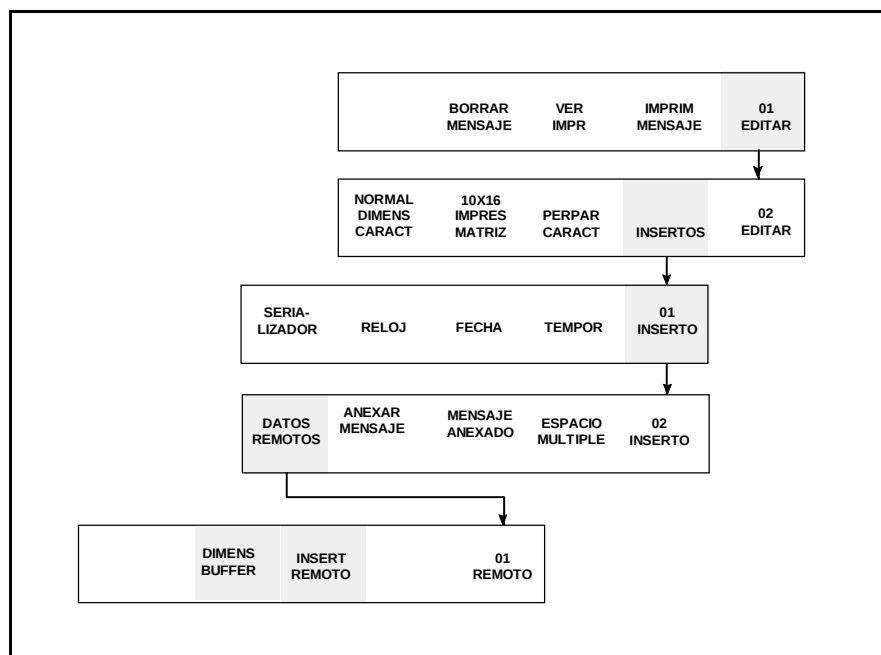

Figura 11-4. Acceso al Marco <01 REMOTO>
1. Comience en el Marco <01 REMOTO>. Vea la Figura 11-4.